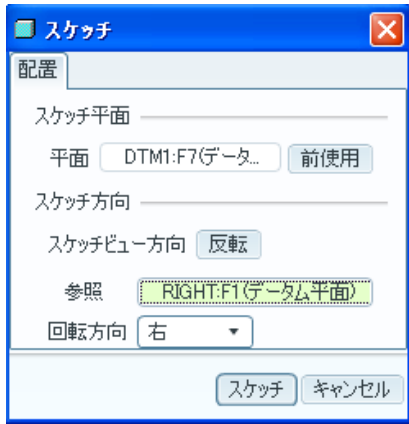

図 4-45 スケッチ ボックス
- ・ 「押し出し」 をクリックして、「配置」、「定義」をクリックするとスケッチボックスにスケッチ平面を DTM1 (図 4-45) に示す。